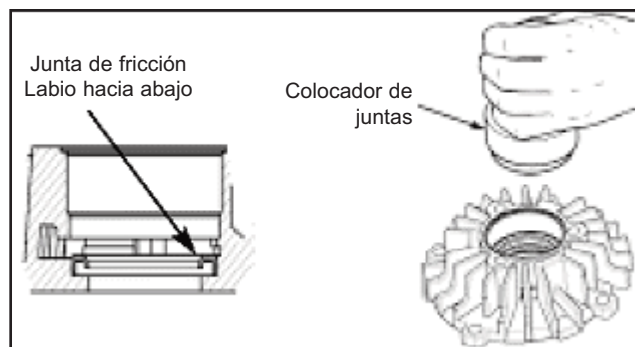

Figura 18
1. Antes de comenzar, coloque el fondo (1) con la cara hacia abajo sobre una superficie plana y limpia. Tenga cuidado de no arañar o dañar el fondo.
2. Con ayuda de un colocador de juntas de dimensiones adecuadas, introduzca una junta de fricción nueva, con el labio hacia abajo, frente al rotor, hasta el fondo de la garganta; ver la figura 18.